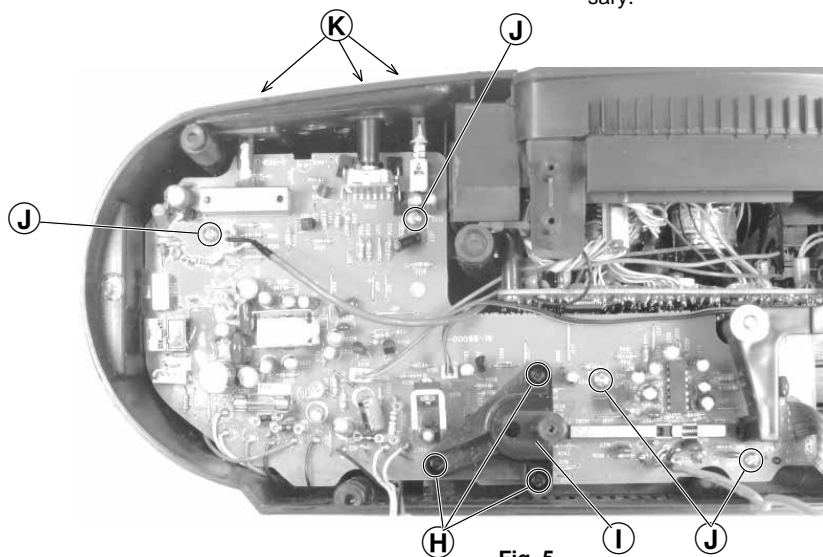

Fig. 5
- 3 Schrauben ⑧ (Fig. 5) herausdrehen.
- Lagerbock ⑨ (Fig. 5) herausnehmen.
- 4 Schrauben ⑩ (Fig. 5) herausdrehen.
- 3 Bedienungsknöpfe ⑪ (Fig. 5) abziehen.
- Undo 3 screws ⑧ (Fig. 5).
- Take out the bearing bracket ⑨ (Fig. 5).
- Undo 4 screws ⑩ (Fig. 5).
- Pull off the control knobs ⑪ (Fig. 5).